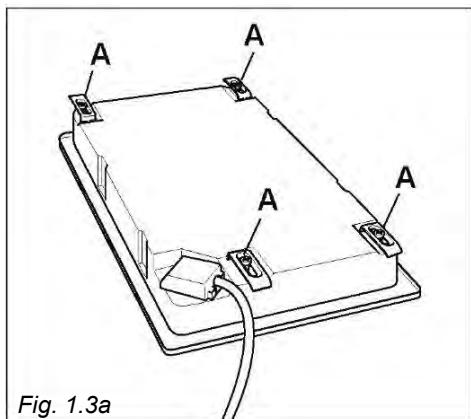

Fig. 1.3a
## PRENDER A PLACA DE FOGÃO (fig. 1.3a, 1.3b, 1.3c)
- Vire a placa ao contrário e coloque as patilhas "A" (fig. 1.3a) nos apoios, aperte apenas os parafusos "B" algumas voltas. Certifique-se de que as abas estão montadas corretamente como mostrado na figura 1.3c. Vire as patilhas que a placa possa ser colocada no orifício.